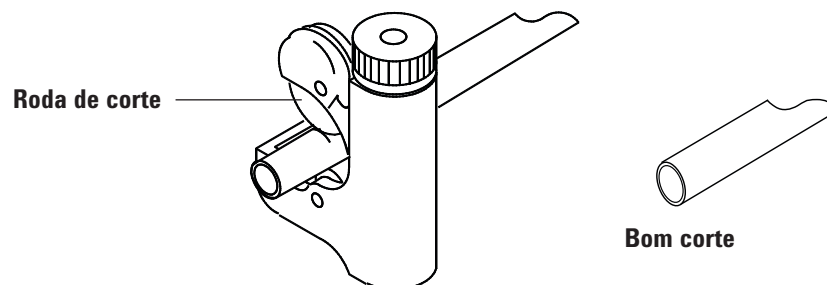

Figura 6 Cortador de tubulação típico
- 2 Corte a tubulação no comprimento usando um cortador de tubulação (Figura 6).